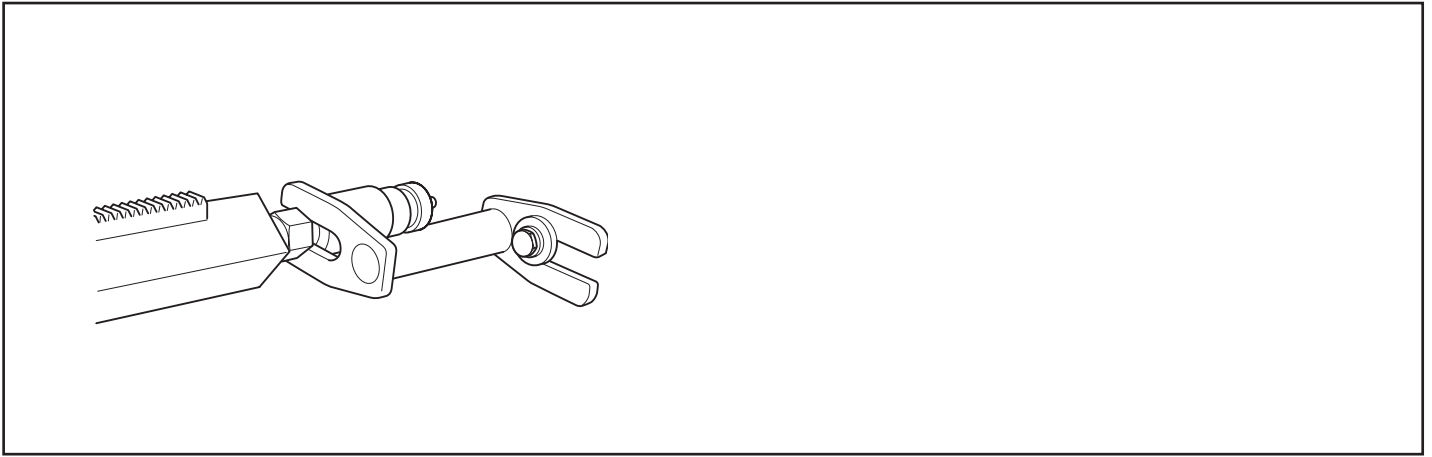

Fig. 14
7. Per fissare ulteriormente la colonna di foratura si può utilizzare l'attacco a espansione (accessorio) (fig. 14). L'attacco si regola rispetto alla vite del montante, quindi si fissa al tetto con un bullone a espansione. Fissare con il dado di bloccaggio da 30 mm.
7. Zur zusätzlichen Sicherung der Bohrsäule kann die Expanderhalterung (Zubehör) verwendet werden (Abb. 14). Die Halterung wird an die Stempelschraube angepasst und mit einer Spreizschraube in der Decke fixiert. Mit 30-mm-Sicherungsschraube sichern.
7. Pour attacher de manière encore plus sûre le poteau de forage, une fixation d'expansion (accessoire supplémentaire) peut être utilisée (Fig.14). La fixation est réglée contre la vis du poteau et attachée
7. Om de boorkolom nog meer te zekeren, kan de expansiesteun (extra accessoire) (Fig. 14) worden gebruikt. De steun wordt afgesteld tegen de stutschroef en tegen het plafond gefixeerd met een rekbout. Zekeren met borgmoer 30 mm.